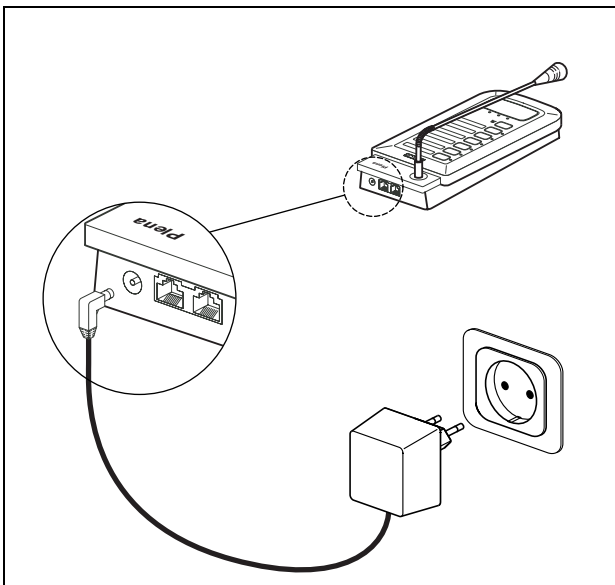

Abbildung 7.2: Anschluß der Stromversorgung
Ist das Kabel zwischen dem Voice Alarm Controller und der davor liegenden Sprechstelle länger als 100 m, muss die Sprechstelle an eine 24 V(DC) Stromquelle angeschlossen werden. Siehe Abbildung 7.2 für Anschlussdetails.